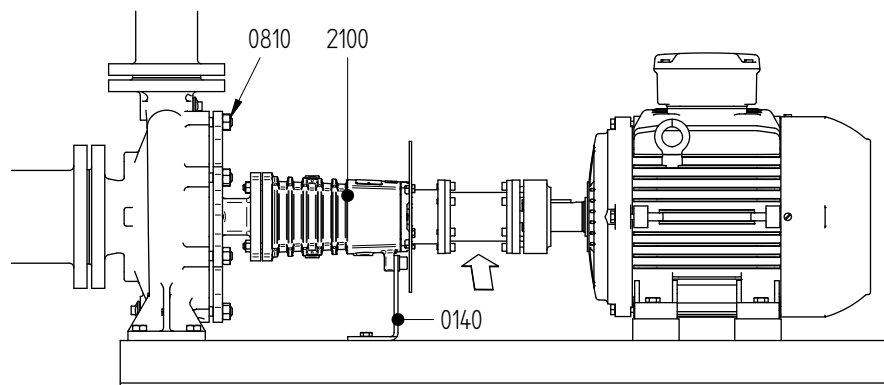

Figura 7: Principio "Back-Pull-Out".
- 2 Smontare il sostegno del supporto cuscinetti (0140) dal basamento. Vedere la figura 7.